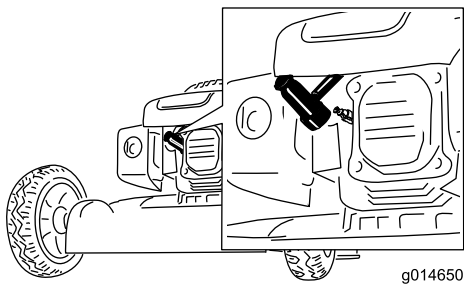

Figura 39
2. Desconecte el cable de la bujía (Figura 39) antes de realizar cualquier procedimiento de mantenimiento.